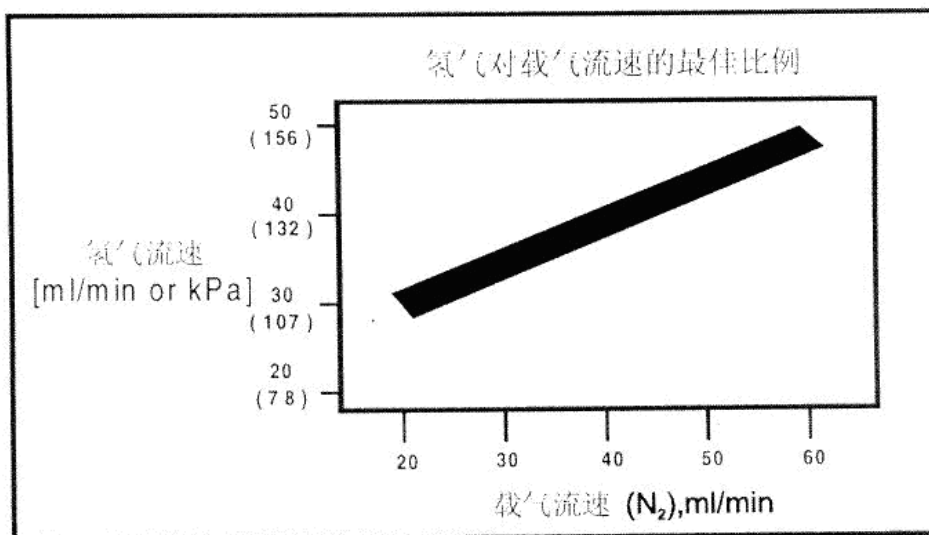

图4-9 氢气对载气流速的最佳比例图
- 3) FID灵敏度取决于 $H_2$ 对载气流速之比(或对毛细管柱载气+尾吹气),有一操作的最佳比例。一般情况,感兴趣的样品组分浓度高时,增加空气流速可能是必要的;如果感兴趣的组分浓度低时,可以减少空气流速。图4-9表示氢气对载气流速的最佳比例。